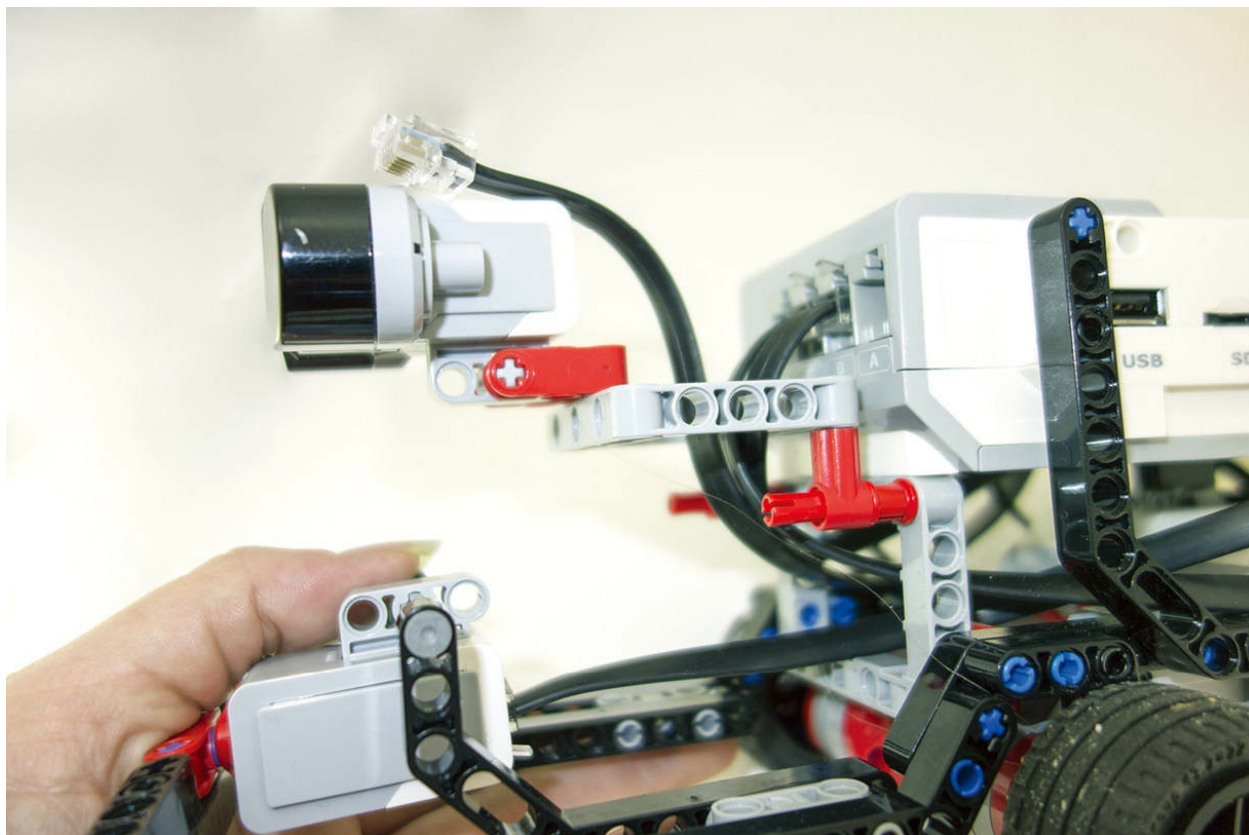

图9.40 别忘记用线缆将传感器和传感器接口3连接起来
3. 将这个梁框架与机器人连接好。我用了角度梁和2M长带十字插口的销。图9.40从另一个角度展示了搭建效果。